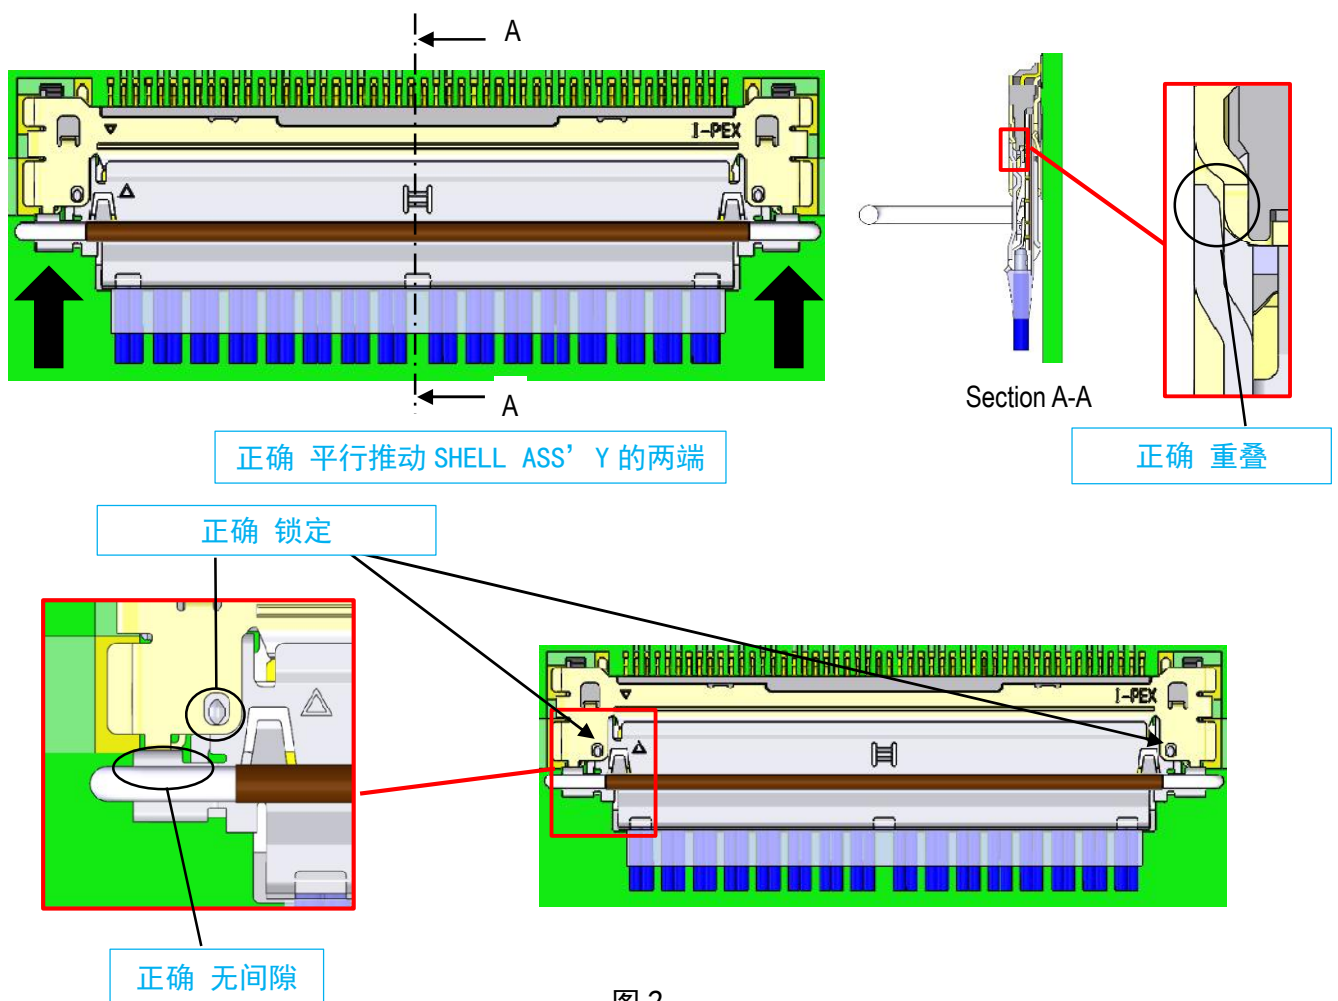

图 2
2. 如图 2 所示，平行推动 Shell Ass'y 的两端，直至锁定。
如图 2 所示，插入时请同时平行推动 Shell Ass'y 的两端。